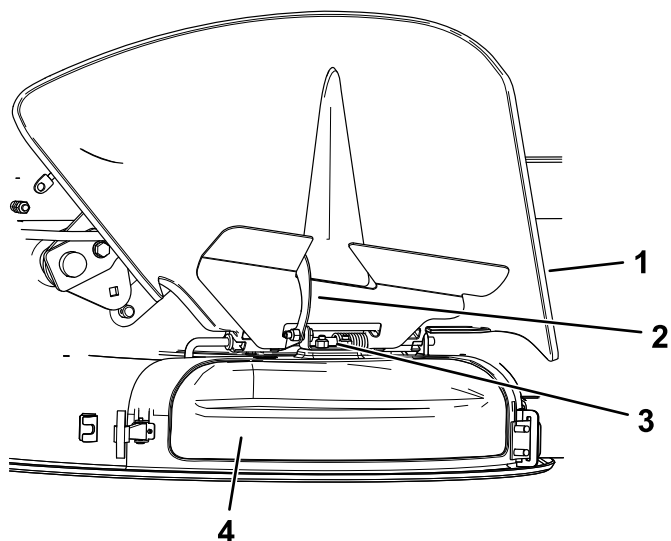

Figura 16
4. Solte o trinco em forma de gancho na parte superior da cobertura de descarga da haste de articulação (Figura 16).
5. Na parte superior da cobertura de descarga, engate o trinco em forma de gancho em torno da haste de articulação do conjunto do defletor (Figura 16).